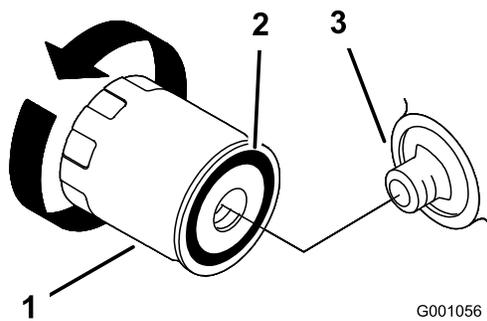

Figura 48
2. Retire el filtro usado y limpie con un paño la superficie de la junta del adaptador del filtro (Figura 48).
5. Aplique una capa fina de aceite nuevo a la junta de goma del filtro nuevo (Figura 48).
6. Instale el filtro de repuesto en el adaptador de filtro; gire el filtro en sentido horario hasta que la junta de goma entre en contacto con el adaptador del filtro, luego apriete el filtro de 2/3 a 1 vuelta más (Figura 48).